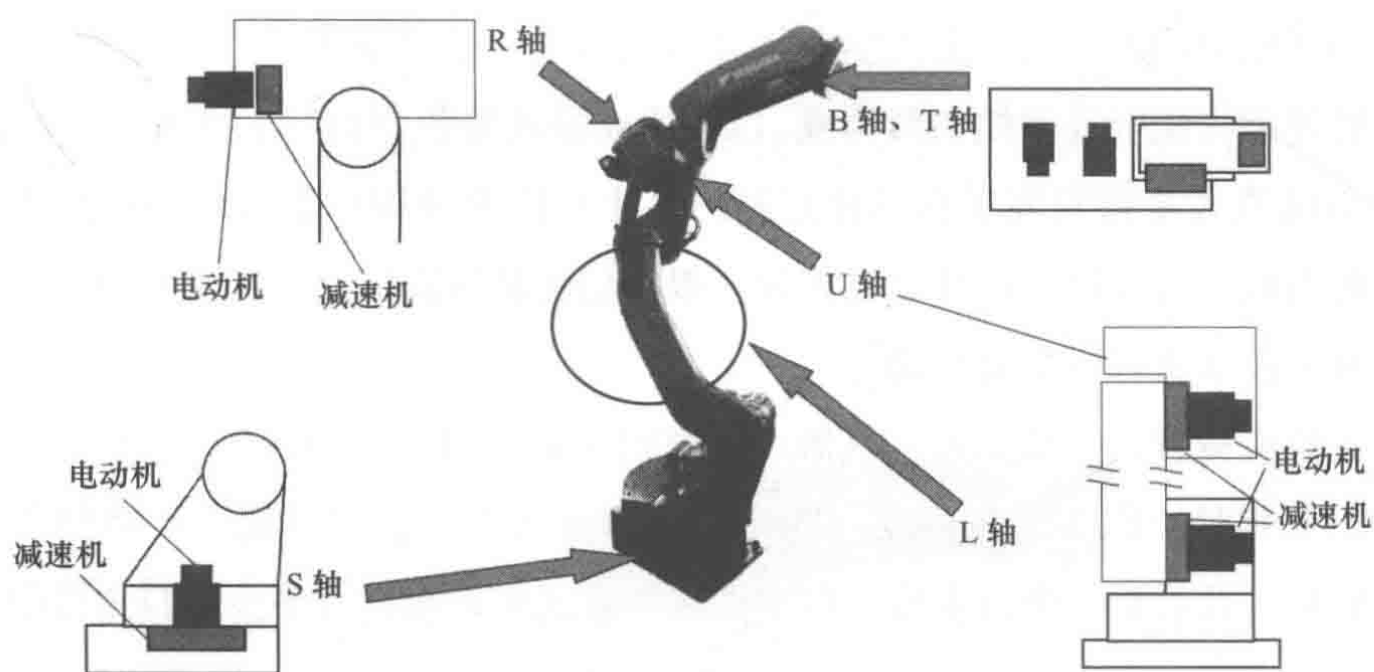

图 1-4
要让机器人顺利转动需要什么软硬件呢？使机器人转动所需要的四大要素：①伺服电动机；②电动机的驱动程序（伺服包）；③减速机；④机械臂（承担本体和负载总重量的铸铁构件），如图1-4所示。